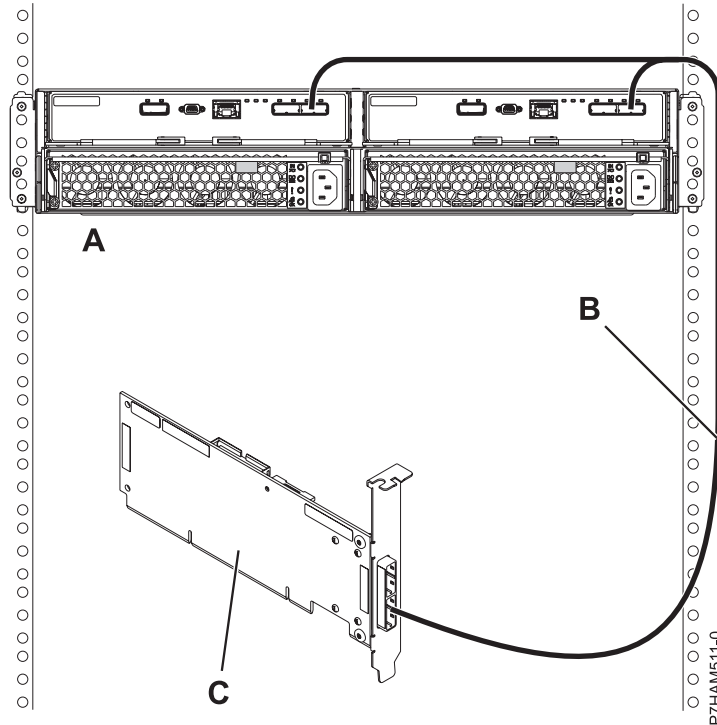

Figure 36. Connexion de mode 1 d'un boîtier d'unité de disque 5887 via un câble YO à un adaptateur SAS unique
12. Effectuez la connexion de mode 1 d'un boîtier d'unité de disque 5887 **(A)** via un câble YO **(B)** à un adaptateur SAS unique **(C)**. Voir figure 36, à la page 38.